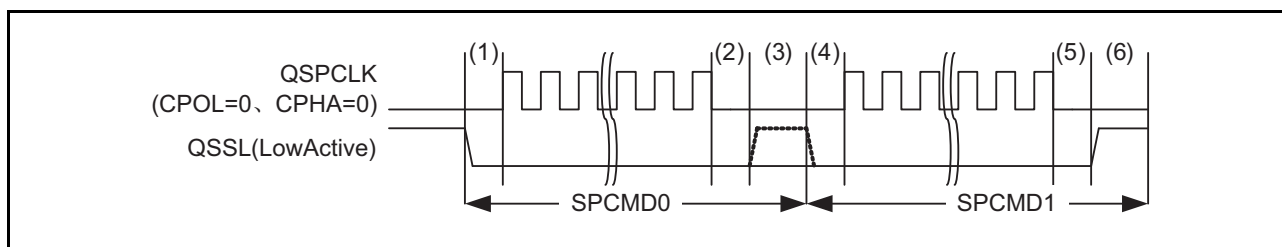

图 18.13 使用 QSSL 信号电平保持功能的突发传送例子 (Single-SPI 模式)
另一种方法是通过在串行传送结束后到下一次串行传送的期间使 QSSL 持续有效进行突发传送。如果将命令寄存器 0 ~ 3 (SPCMD0 ~ 3) 的 QSSL 信号电平保持位 (SSLKP) 置“1”，QSSL 信号就在该命令寄存器对应的传送结束后到下一次传送的期间持续有效。使用 QSSL 信号电平保持功能的突发传送例子如图 18.13 所示。图中 (1) ~ (6) 运行内容的说明如下：